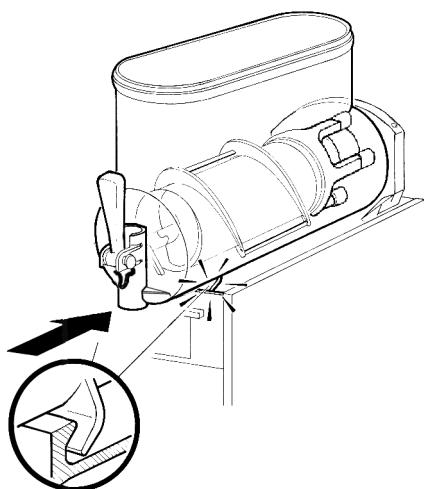

figura 15
- 7** Montare il contenitore e spingerlo verso la parete posteriore, accertandosi che calzi completamente sulla guarnizione e che contemporaneamente i suoi agganci inferiori siano impegnati negli appositi risalti del piano gocciolatoio (vedere figura 15).